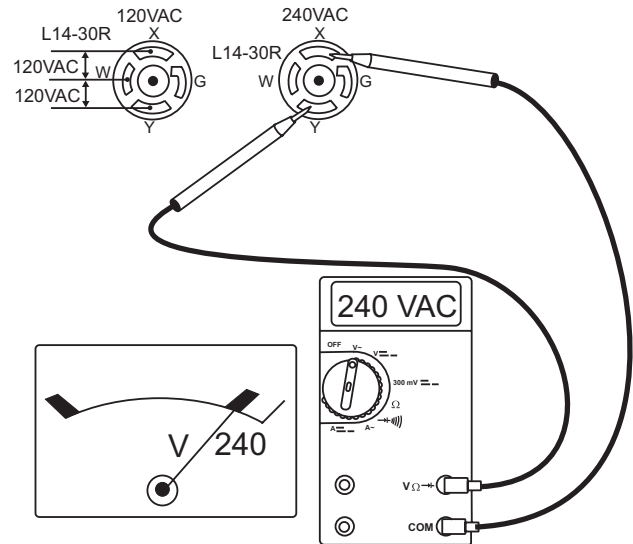

Figure 25. Prise 120/240 V L14-30R
14. Lire le voltmètre sur le panneau avant de la génératrice (Figure 25) et vérifier que 240 Vca s'affiche. Avec un voltmètre externe, comme cela est illustré à la Figure 25, vérifier qu'il y a du 240 Vca au niveau de la prise à verrouillage par rotation 120/240V L14-30R.